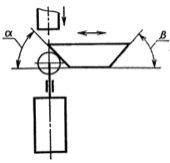

Рис. 4
8.8.4 Выключатели ВПК 2111 предназначены для работы с проходным реверсивным упором, но могут работать и с проходным нереверсивным и толкающим упорами (рисунок 4), при этом угол набег упора α и угол сбега β должны быть не более 40° при скорости движения упора до 0,25 м/с и не более 20° при скорости движения свыше 0,25 м/с.